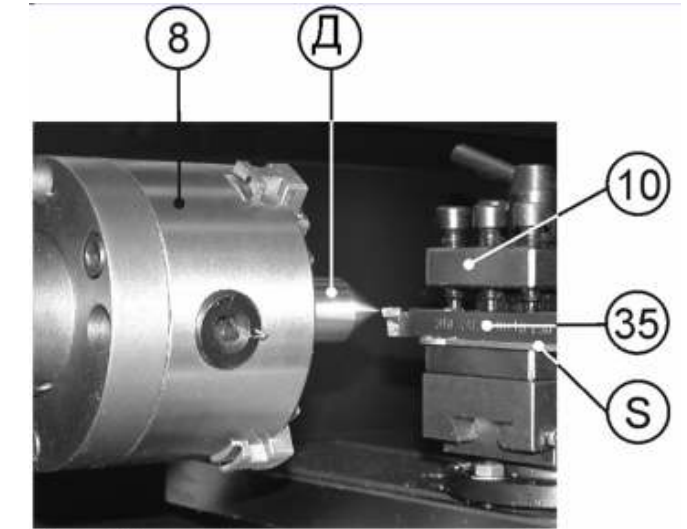

Рис.12
для предполагаемой операции резец (35) в резцедержатель (10), равномерно с достаточным усилием закрутите три болта (34), Рис.11. Убедитесь, что режущая часть головки резца (35) находится по центру диаметра заготовки. Положение резца (35) проверьте по центру (Д), зажатом в трёхкулачковом самоцентрирующемся патроне (8). Вылет головки резца должен быть примерно 10 мм, но не превышать 15 мм (не должен превышать полторы высоты державки резца). По мере необходимости при установке резца (35) используйте подкладки (S) разной толщины. Допускается использовать только одну подкладку, Рис.12.